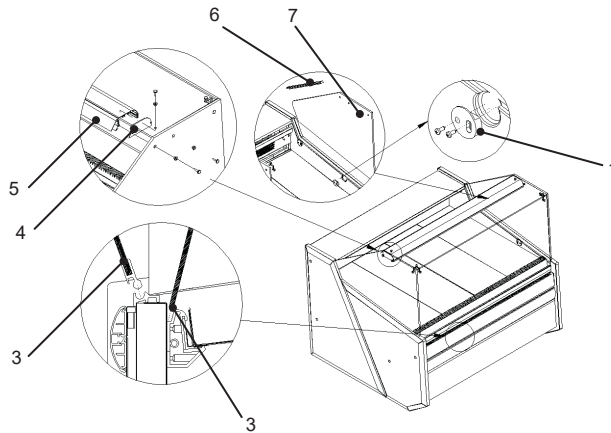

Abb. 4. Montage von Glaselementen und Alu-Leuchte
7. Vorderscheibe der Vitrine einbauen Abb.4/5